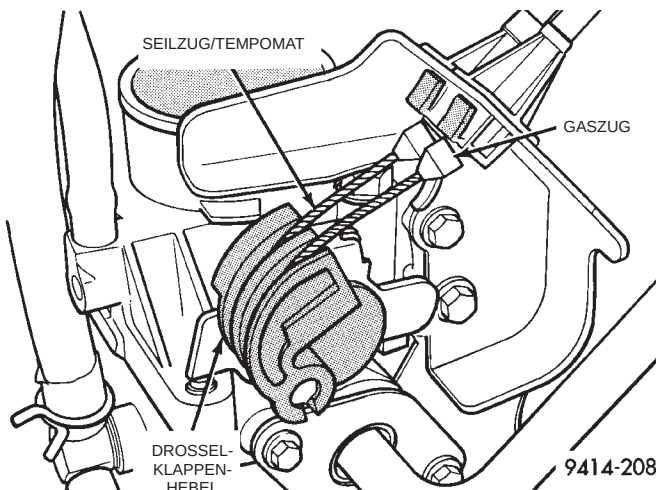
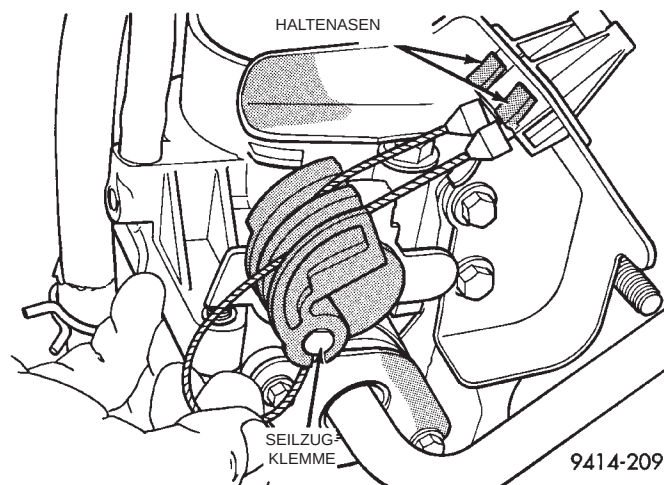

Abb. 46 Gaszugbefestigung am Drosselklappengehäuse
Abb. 47 Gaszug aushängen
(1) Vom Motorraum aus den Gaszug am Drosselklappenhebel aushängen (Abb. 46) und (Abb. 47).
(2) Die Haltenasen am Gaszug zusammendrücken und dann den Gaszug aus der Halterung ziehen (Abb. 47).
(3) Im Fahrzeuginnenraum hinter die Oberseite der Pedalwelle greifen und den Halter in Richtung